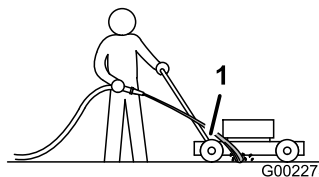

Figura 34
3. Sujete la manguera a la altura del manillar y dirija el agua para que fluya sobre el suelo justo por delante de la rueda trasera derecha (Figura 34).